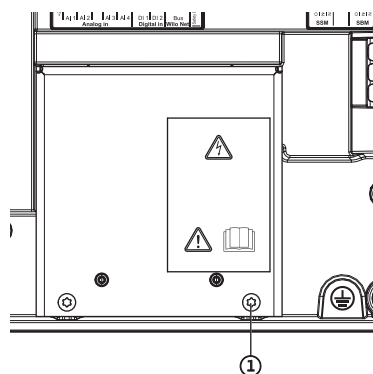

Fig. 114: Chapa de protección de compatibilidad electromagnética
4. Suelte los tornillos de la chapa de protección de compatibilidad electromagnética (Fig. 114, Pos. 1) y retire la chapa de protección.